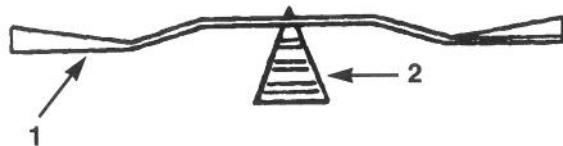

Figure 38
2. Contrôler l'équilibrage de la lame en la posant sur un équilibrEUR de lame (Fig. 38). La lame est équilibrée si elle reste horizontale, et peut donc être utilisée. Limier l'arrière de la lame si elle n'est pas équilibrée. Répéter la procédure jusqu'à ce que la lame soit équilibrée.